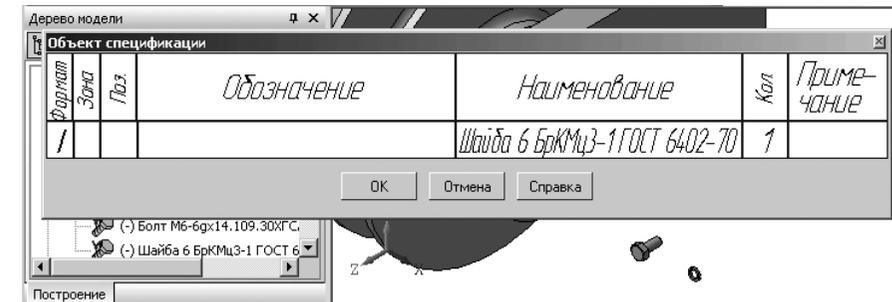

Рис. 6.70. Добавление стандартной шайбы из библиотеки в окно **Сборки**
- щелкните на **Специальной панели управления** по кнопке **←** – **Создать объект**. Появится выбранная шайба в окне **Сборка**. Одновременно появится объект спецификации для выбранной шайбы. Это состояние системы показано на рис. 6.70.